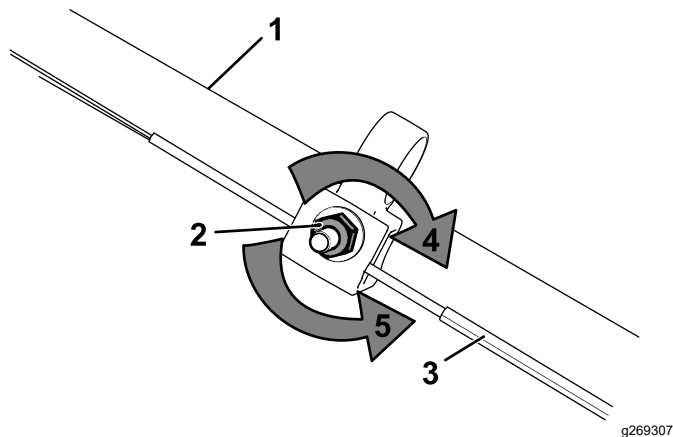

Figura 22
1. Gire la tuerca de ajuste en sentido antihorario para aflojar el ajuste del cable (Figura 22).
2. Ajuste la tensión del cable (Figura 22) tirando del mismo hacia atrás o empujándolo hacia adelante, y sujételo en esa posición.